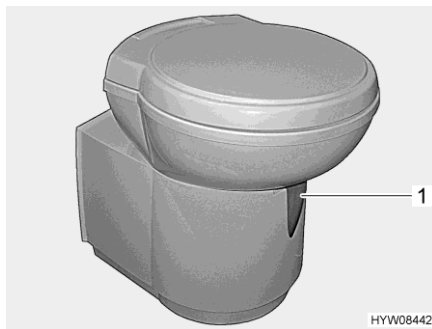

Bild 199 Thetford-toalettskål (svängbar)
- Öppna spjället på Thetford-toaletten före spolning. Skjut för detta spjällspaken (Bild 199,1) moturs.